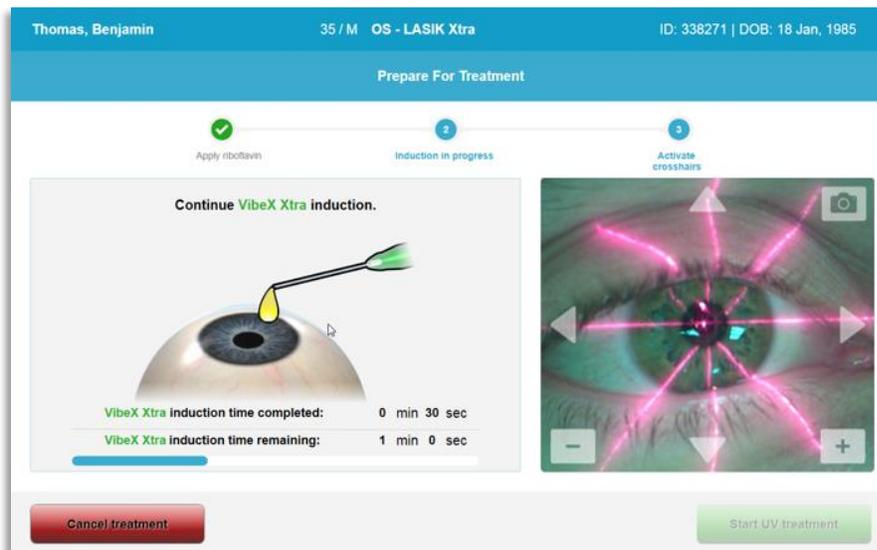

Figure 3-22. Alignement des mirettes durant l'induction
- Les lasers d'alignement rouges s'allument 30 secondes avant la fin de la période d'induction, comme illustré à la figure 3-22.